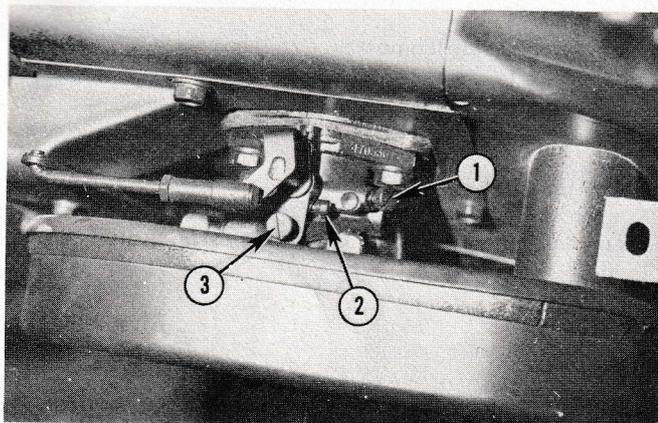

Fig. 23 — Réglages du carburateur
– Fig. 23
Pour le premier réglage, visser la vis de mélange de régime maximum (N° 3, Fig. 23) jusqu'à ce qu'elle bute légèrement, puis la dévisser de deux tours. Alors que le moteur est chaud et tourne au régime maximum, visser la vis de mélange de régime maximum jusqu'à ce que le moteur ralentisse (mélange pauvre), puis la dévisser jusqu'à ce que le moteur reprenne de la vitesse et commence ensuite à ralentir (mélange riche). Visser la vis jusqu'à ce qu'elle soit à mi-chemin entre les positions riche et pauvre. Si le réglage est bien fait, le moteur doit accélérer doucement et tourner régulièrement.